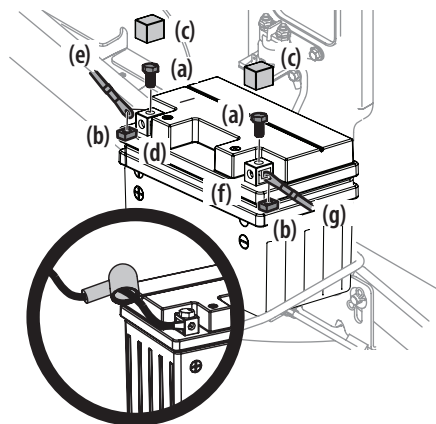

Figure 21
1. Retirez les boulons hexagonaux (a) et les écrous carrés (b) situés à l'extrémité du faisceau de fils électrique ou dans le sac avec ce manuel. Gardez la quincaillerie pour utilisation ultérieure. Voir Figure 21.
2. Enlevez le couvercle en plastique (c), si équipé, de la borne positive (d) de la batterie et attachez le câble rouge (e) à la borne positive (b) de la batterie avec le boulon (a) et l'écrou carré (b) retirés à l'étape 1. Utiliser un tournevis Philips. Voir Figure 21.
3. Enlevez le couvercle en plastique (c), si équipé, de la borne négative de la batterie (f) et attachez le câble noir (g) à la borne négative de la batterie (f) avec le boulon (a) et l'écrou carré (b). Voir Figure 21.
4. Placez la gaine en caoutchouc rouge au-dessus de la borne positive de la batterie pour aider à la protéger contre la corrosion. Voir encadré de la Figure 21.